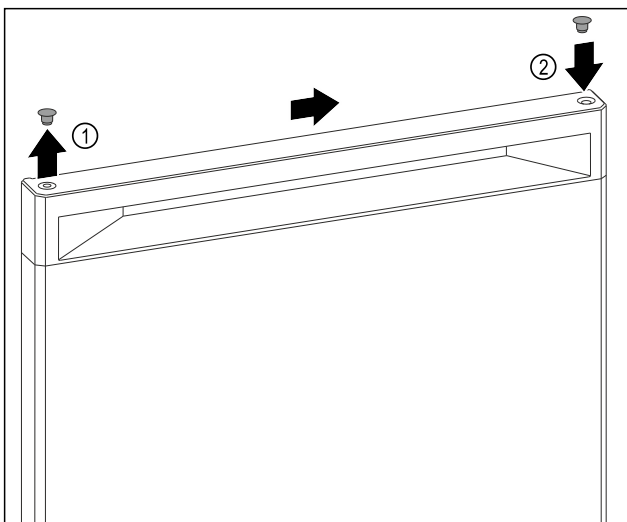

Fig. 9
- Abdeckstopfen der Türoberseite Fig. 9 (1) vorsichtig mit Schlitzschraubendreher anheben.
- Abdeckstopfen auf der Gegenseite einsetzen. Fig. 9 (2)